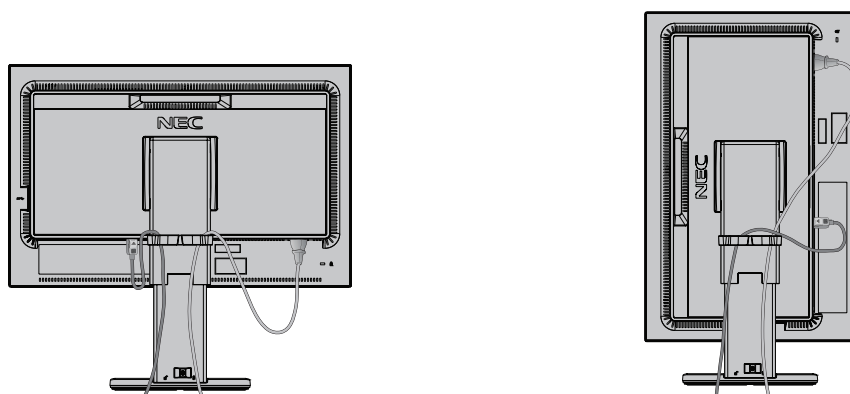

Figura D.1
7. Conecte un extremo del cable de alimentación a la entrada de corriente alterna en la parte trasera del monitor y el otro extremo a la toma de corriente (figura D.1).